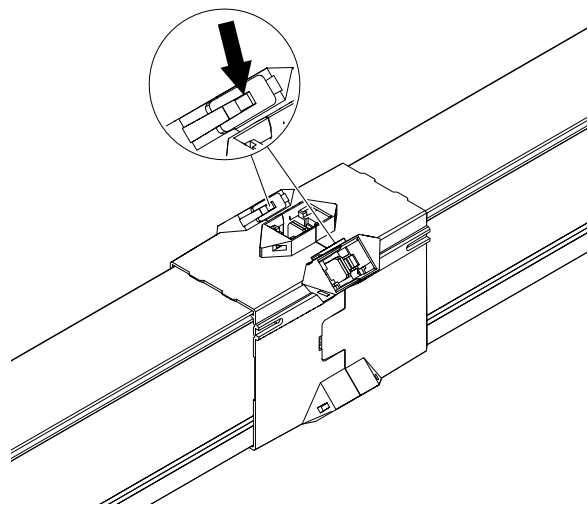

Abb. 116: Schmale Klips lösen
- Schmale Klips im oberen Bereich lösen (siehe Abb. 116)